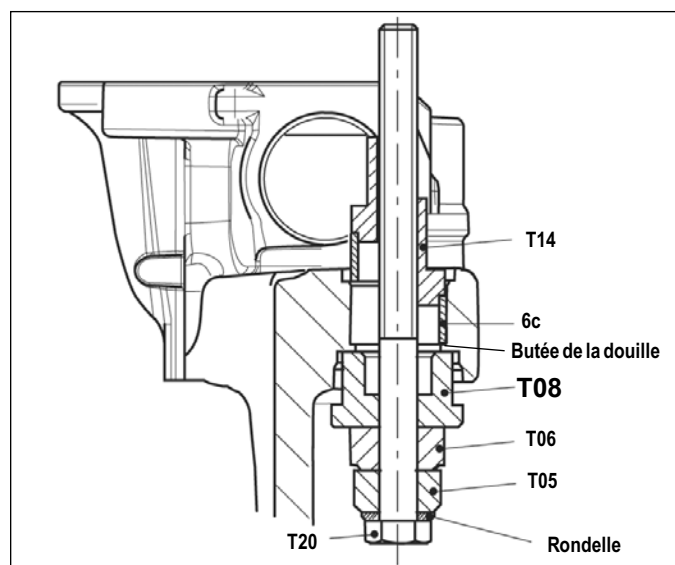

FIGURE 80 - INSTALLATION DE LA DOUILLE DE LA TIGE DE GUIDAGE
5.6.26 Utiliser l'outil combiné illustré à la Figure 78 pour insérer la douille (1) dans l'étrier. *Consulter également la Figure 80 pour voir son orientation* (avec l'outil T14 en haut). Serrer à la main l'écrou (T14) en place. Serrer ensuite le boulon (T20) à l'aide d'une clé polygonale ou d'une clé à douille pour insérer la douille (1) dans l'étrier jusqu'à ce que la douille (1) entre en contact avec les étages usinés dans l'alésage. Enlever l'outil.